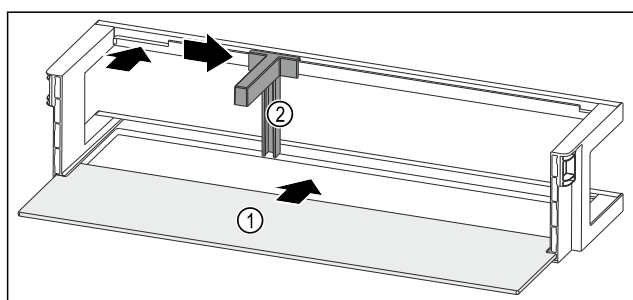

Fig. 264 Półka w drzwiach z półką
- ▶ Wsunąć półkę Fig. 264 (1) w boczne wycięcia.
- ▶ Włożyć uchwyt butelek Fig. 264 (2) do zagłębienia.
- ▶ Przesunąć uchwyt butelek Fig. 264 (2) na wybraną pozycję na bok.